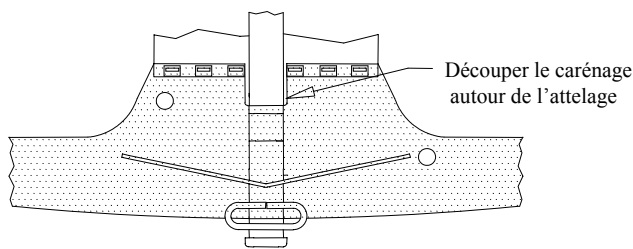

FIGURE 5.
13. REATTACH BUMPER AND FASCIA. THE FASCIA REQUIRES TRIMMING AROUND HITCH AS SHOWN IN FIGURE 5.
13. RATTACHER LE PARE-CHOC ET LE CARÉNAGE. LE DÉCOUPAGE DU CARÉNAGE AUTOUR DE L'ATTELAGE EST NÉCESSAIRE, COMME ILLUSTRÉ À LA FIGURE 5.